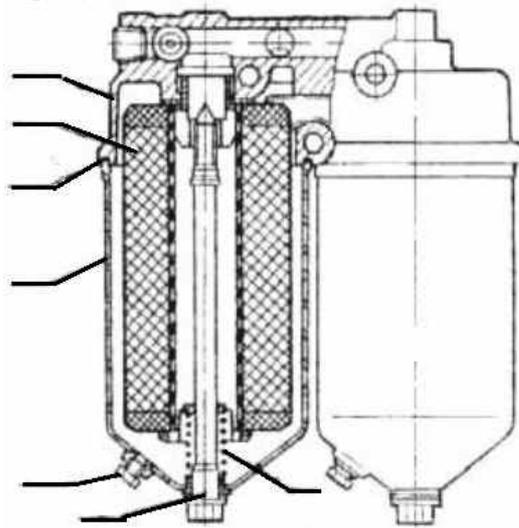

Рис. 4.2. Полнопоточный масляный фильтр поглощающего типа:
2. Обозначьте, согласно указателю (рис. 4.2), номер детали фильтра, соответствующий подрисуночной подписи